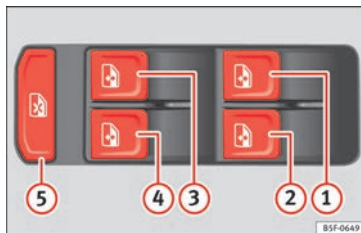

Fig. 139 Détail de la porte du conducteur : commandes des fenêtres.
La commande de sécurité » fig. 139 ⑤ située sur la porte du conducteur vous permet de désactiver les touches des lève-glaces sur les portes arrière.
Les touches » fig. 139 ①, ②, ③ et ④ disposent de deux positions pour l'ouverture des glaces et de deux autres pour leur fermeture. Il est ainsi plus simple de contrôler les processus d'ouverture et de fermeture.